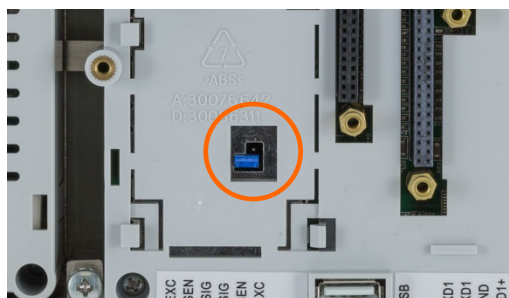

Figura 2-121: Localização de Jumper Milivolts W1, Placa Principal
A versão IDNet da placa principal do IND570 não tem jumpers. Existe um jumper da placa principal da balança analógica IND570 (W1). Este jumper seleciona a operação 2 mV/V ou 3 mV/V do circuito analógico. 3 mV/V é a posição padrão de fábrica. Consulte a Figura 2-121 para a localização do jumper e a Figura 2-122 para suas definições.
- Ao remover o jumper W1 para a operação 3 mV/V, reposicione-o em apenas um dos pinos, como mostrado na Figura 2-121 e, à esquerda, na Figura 2-122. Se este jumper não estiver corretamente posicionado, a tampa plástica sobre a placa principal não caberá adequadamente. Se isto ocorrer, não force a tampa plástica para baixo. Remova a tampa e posicione o jumper como mostrado.